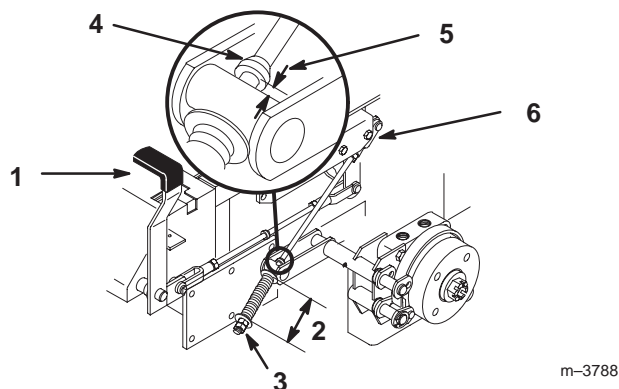

Figure 61
2. Mesurez la longueur du ressort. Les rondelles doivent être distantes de 70 mm (2-3/4 pouces) (Fig. 61).
3. Si un réglage est requis, desserrez l'écrou de blocage situé sous le ressort et serrez l'écrou directement au-dessous de la chape (Fig. 61). Vissez l'écrou jusqu'à ce que le ressort ait la longueur voulue. Serrez les deux écrous ensemble et répétez la procédure de l'autre côté de la machine.
- A. Mesurez la distance entre le galet de tourillon et le collier sur la tige de frein. Elle doit être comprise entre 5 et 7 mm (3/16 et 1/4") (Fig. 61).
6. Si un réglage est requis, desserrez l'écrou de blocage situé juste au-dessous de la chape. Tournez la tige inférieure jusqu'à obtention de l'écart voulu (Fig. 61). Serrez l'écrou de blocage à la chape.